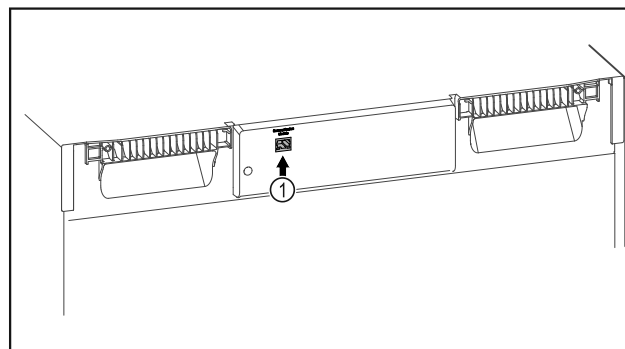

Fig. 119
- Założono SmartModule Fig. 119 (1).